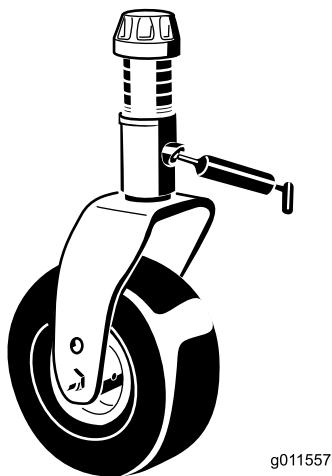

Figura 44
- 2 casquillos del eje de la horquilla de la rueda giratoria (Figura 44)